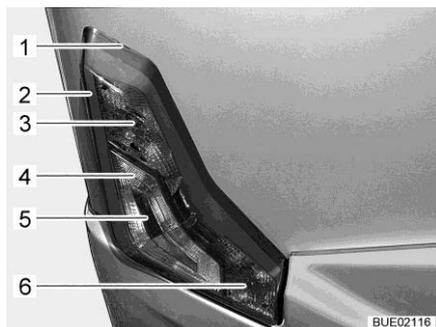

Bild 309 Beleuchtung Heck
- Flaches Werkzeug in Kerbe (Bild 309,1) stecken und Gehäuse vorsichtig abhebeln.